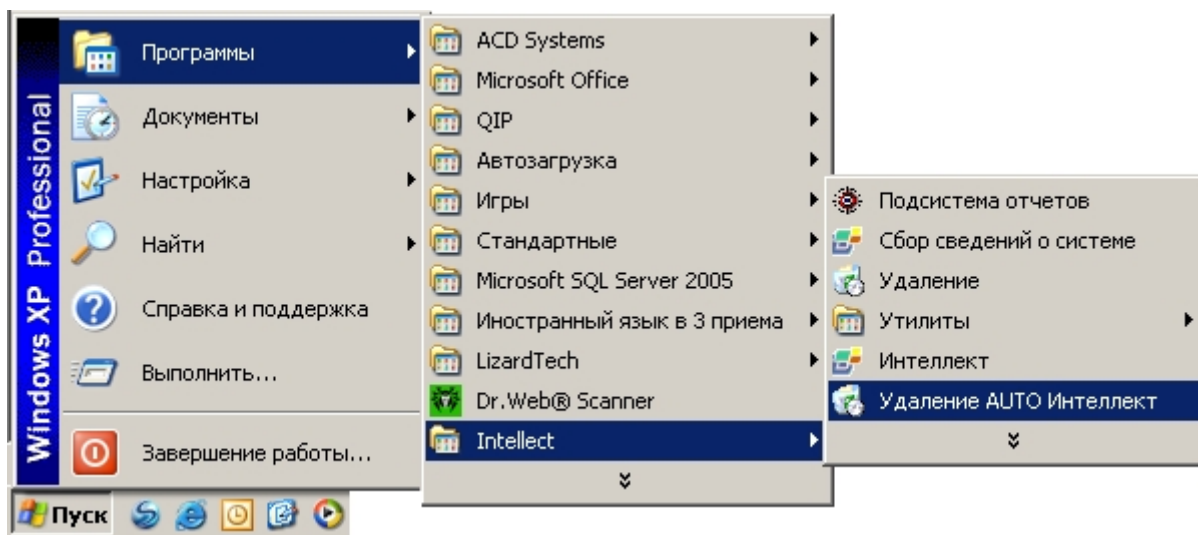

Рис. 19. Запуск процедуры удаления программного комплекса «Авто-Интеллект» с помощью меню «Пуск»
1. С помощью меню «Пуск». На панели задач выбрать: «Пуск» ⇒ «Программы» ⇒ «Intellect» ⇒ «Удаление AUTO Intellect», как показано на Рис. 19.